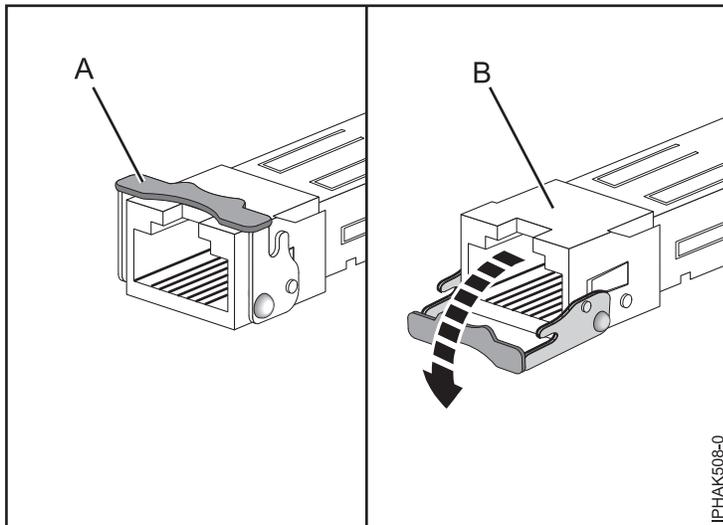

図 50. アダプターからの SFP トランシーバーの取り外し
- b. 55 ページの図 50に示すように、ラッチ (A) をカードから離すように下向きに回転させて開きます。
- c. トランシーバー (B) をアダプター・ハードウェアから引き出します。